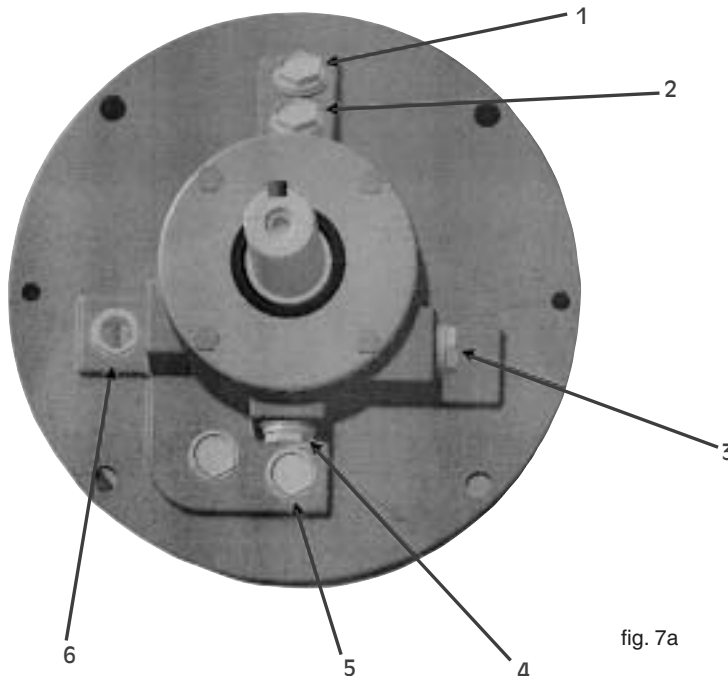
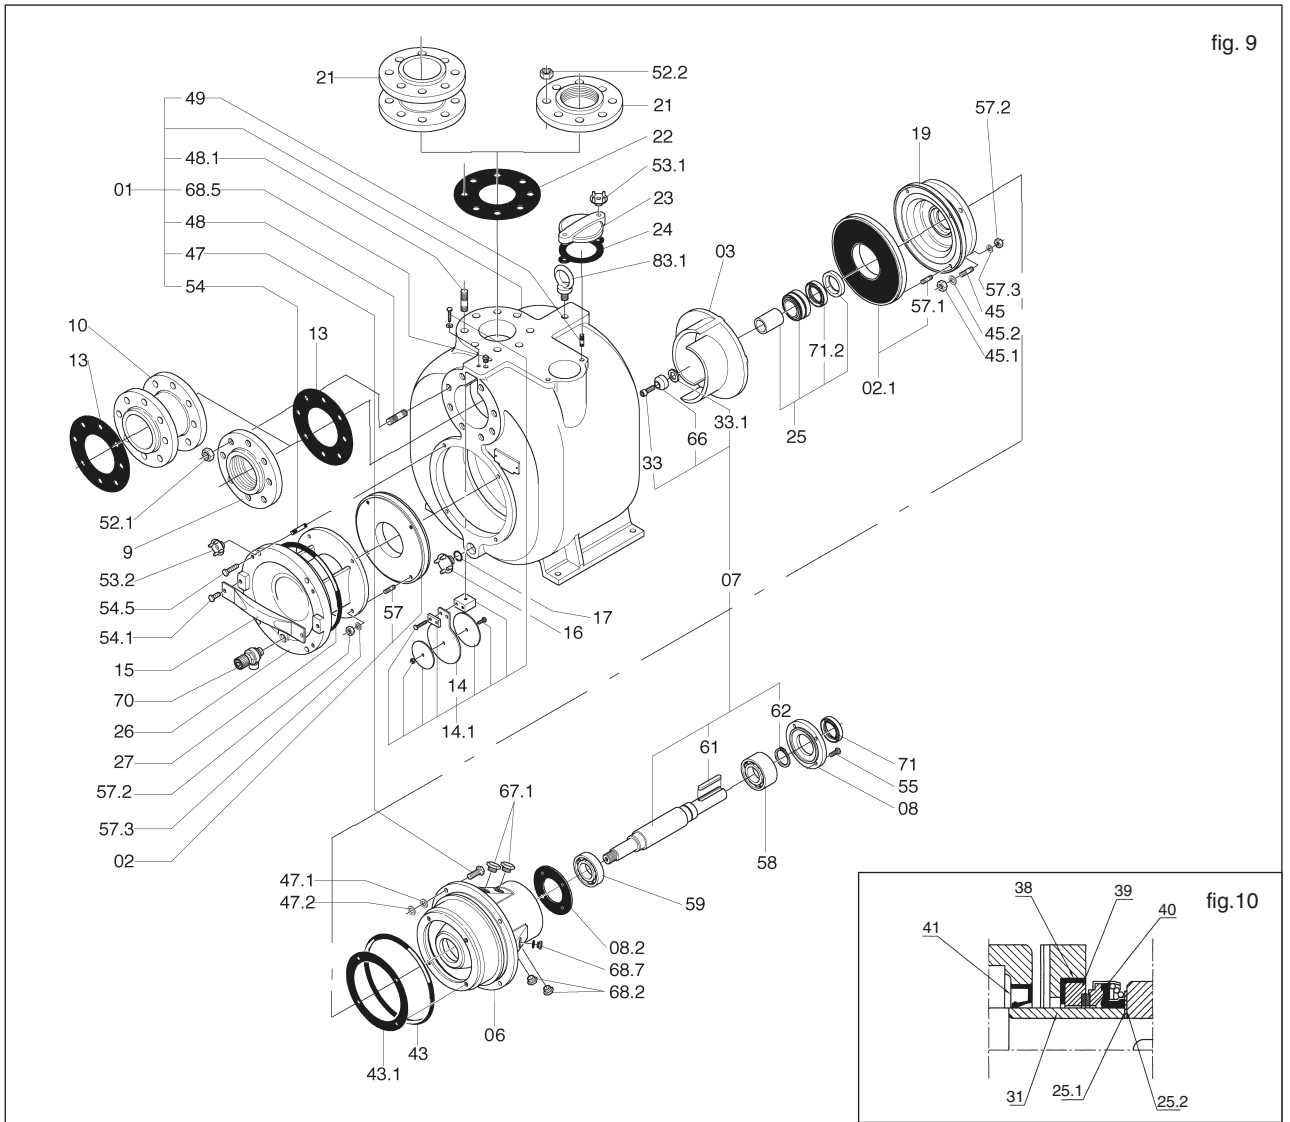

fig. 7a
fig. 9
Controle el nivel de aceite del cierre y de los cojinetes mediante los indicadores de nivel situados en el soporte (Fig. 7a).
13.2 Sustitución del impulsor (fig. 9)
- Vacíe el aceite del cierre, desenroscando el tapón 5 (fig. 7a)
- Desenrosque los tornillos (47) y quite el grupo giratorio compuesto de impulsor (03), portamotor (19), soporte (06) y eje (07)
- Bloquee el impulsor (03) y desenrosque el tornillo (33) y quite la ojiva (66) para la serie ST-R2, R3 y R8; para ST-R4 y R6 quite el muelle cónico de compresión (33.1).
13.3 Sustitución del disco de desgaste trasero (fig. 9)
- Desmonte el impulsor (03) tal como descrito en el párrafo 13.2
- Desenrosque los tornillos (57.1) del portamotor (19)
13.4 Sustitución del disco de desgaste delantero (fig. 9)
- Desenrosque las manijas (53.2) y quite la tapa (26)
- Desmonte y sustituya el disco de desgaste (02)
13.5 Sustitución de las válvulas (fig. 9)
- Desenrosque los tornillos (47) del soporte (06)
- Quite el soporte (06), junto con el impulsor y el portamotor, del cuerpo de la bomba (01)
- Extraiga el impulsor (03), tal como indicado en el párrafo 13.2
- Introduzca el anillo de sostén del cierre (25.1). Empuje este último hacia adelante hasta que se pueda montar la lengüeta (60)
- Monte nuevamente el impulsor (03), la ojiva (66) y enrosque el tornillo (33) para la serie ST-R2, R3 y R8; para ST-R4 y R6 monte el muelle cónico de compresión 33.1 (fig. 9)
N.B.: esta operación debe efectuarse con las manijas (53,2) flojas. Después de obtener la distancia "R" entre el impulsor (03) y el disco de desgaste (02) hay que fijar las manijas (53,2).
13.8 Mantenimiento de los cojinetes (fig. 9)
- Vacíe el aceite del cierre y de los cojinetes desenroscando los tapones 4 y 5 (fig.7a)
- Extraiga el soporte (06) del cuerpo de la bomba (01) junto con el impulsor y el portamotor.
- Extraiga el impulsor (03), tal como descrito en el párrafo 13.2
- Extraiga el cierre (25), tal como descrito en el párrafo 13.6
- Desmonte el cubrecojinete (08)
- Extraiga el eje (07) junto con los cojinetes (58) y (59)
mediante la tapa de inspección (26) (fig. 9) controle las condiciones del impulsor, o desmonte el cuerpo de la bomba, tal como descrito en el párrafo 13.2